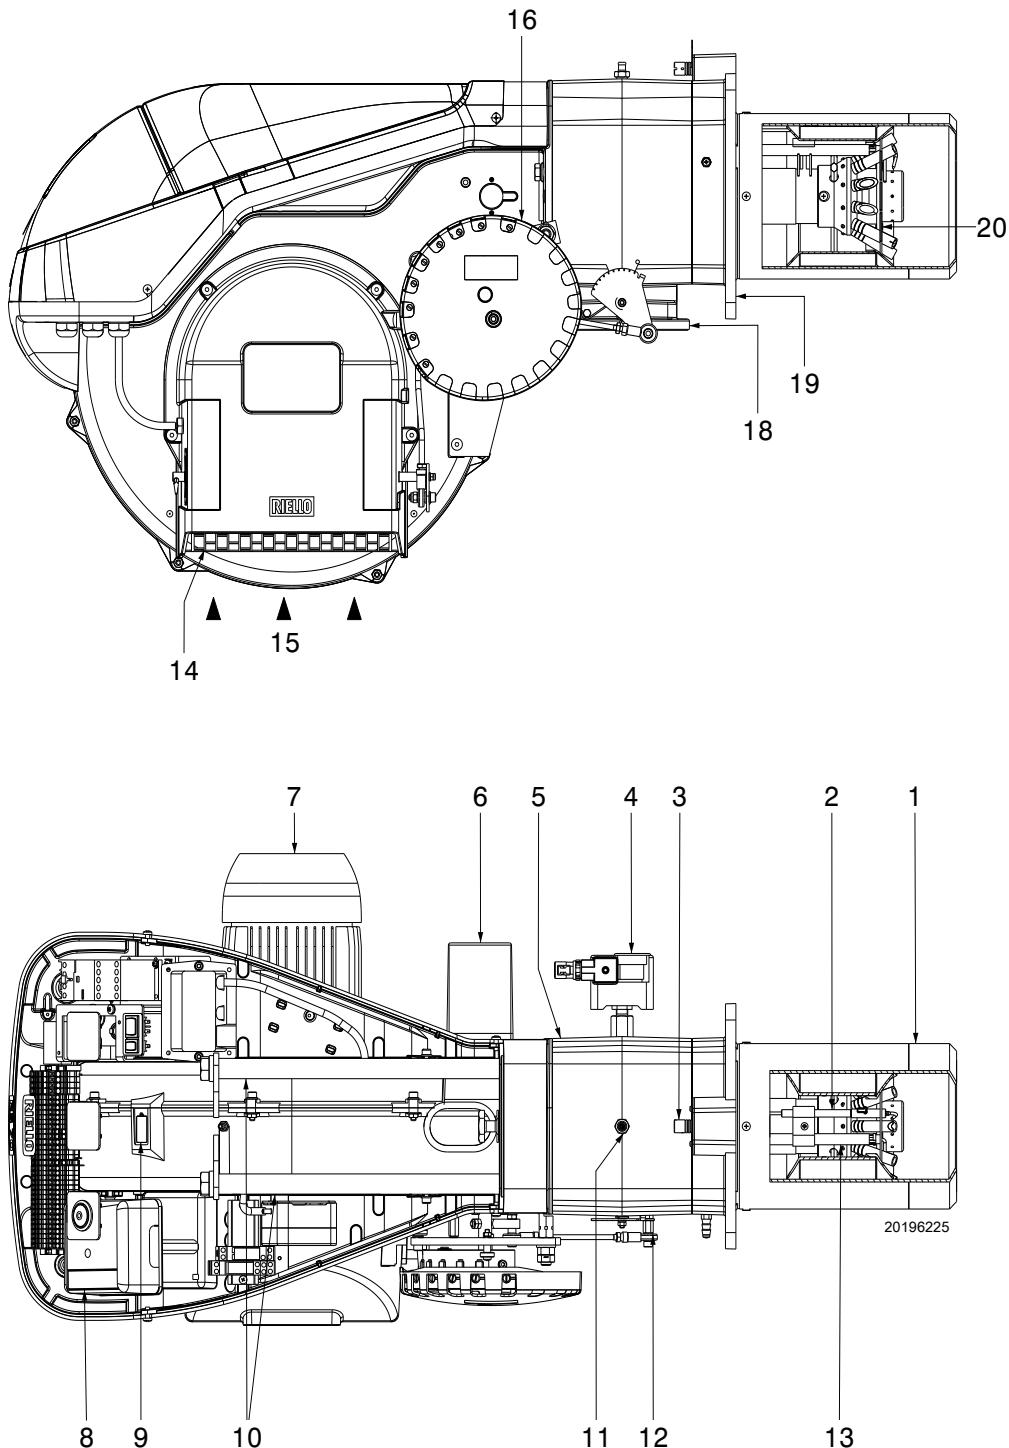

图 4
(1) 参考条件 : 环境温度 20°C - 燃气温度 15°C - 大气压力 1013 mbar - 海拔 0 m a.s.l.
(2) 测试点 11) (第 10 页图 4) 处的燃气压力 , 此时炉膛压力为 0 并且燃烧器处于最大出力运行状态。
(3) 噪音测试在制造商燃烧实验室进行 , 燃烧器在测试锅炉上以最大出力运行。声功率以符合 EN 15036 标准要求的“自由场”法测得 , 并符合 EN ISO 3746 标准要求的“准确 : 类别 3”的测量精确度。